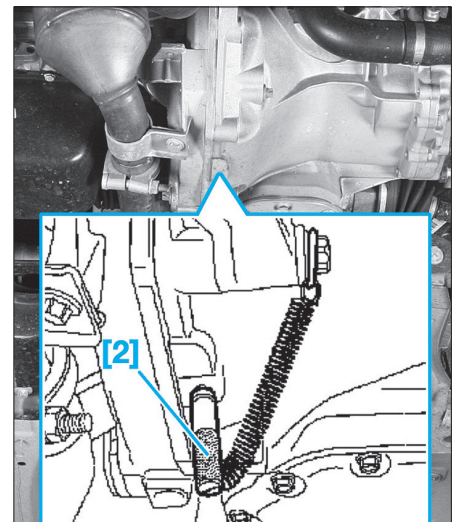

FIG. 68
- Mettre en place l'outil [2] (Fig.68).